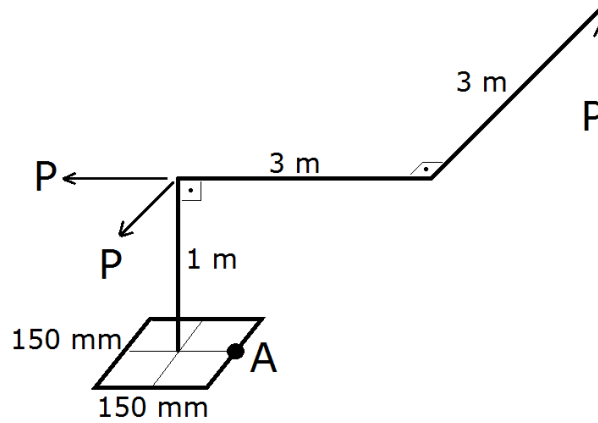

Figura 5
7. Determine o máximo valor da carga P para que a tensão de von Mises no ponto A, indicado na Figura 5, não ultrapasse 200 MPa.